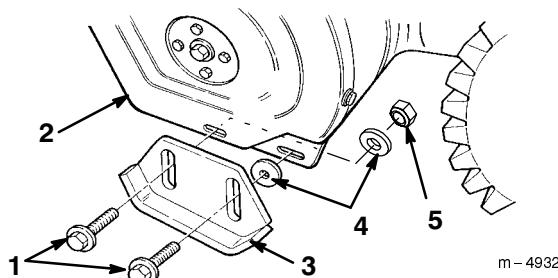

Figure 17
3. Enlevez les deux boulons à embase et rondelles plates qui fixent chaque extrémité de la lame racleuse aux plaques latérales (Fig. 17).
5. Introduisez une rondelle **entre chaque patin et plaque latérale** (Fig. 17). Ne serrez pas les boulons.
7. Introduisez une rondelle et un contre-écrou **derrière** (**à l'intérieur de**) la plaque latérale (Fig. 17). Ne serrez pas les boulons.